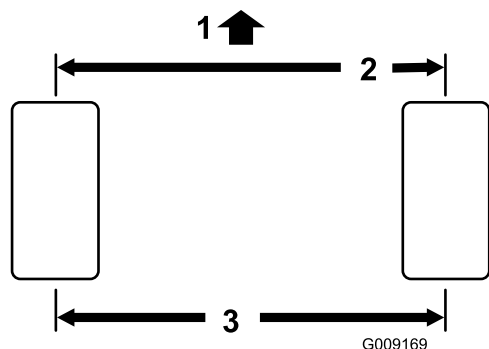

Figura 43
1. Misurate l'interasse (all'altezza dell'assale) sulla parte anteriore e posteriore degli pneumatici di sterzo. La misurazione anteriore deve risultare di 3 mm inferiore a quella posteriore (Figura 43).